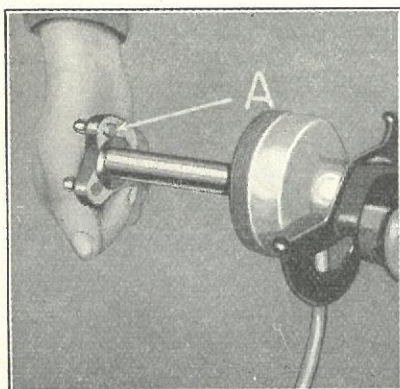

Fig. 394
- 767** Paase ved Styreakslens Indsætning i Ratstammen at Tappen »A« (Fig. 394) træffer Udfræsningen i Transmissionshuset (Fig. 395-A).